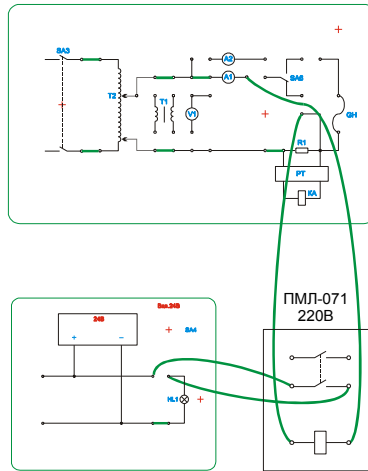

Рис. 1.4.
4. Для исследования свойств магнитного пускателя переменного тока ПМЛ с номинальным напряжением катушки 220В, 50Гц необходимо собрать схему согласно рис. 1.4.